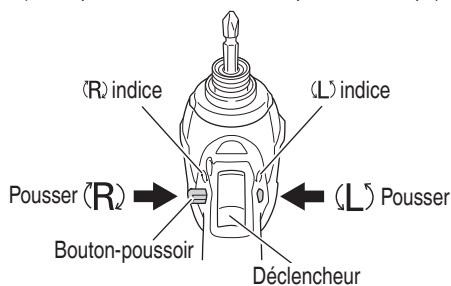

Fig. 10
- En appuyant sur le côté L du bouton-poussoir, la mèche tourne dans le sens anti-horaire. (Voir Fig. 10). (Les repères «L» et «R» sont marqués sur le corps).